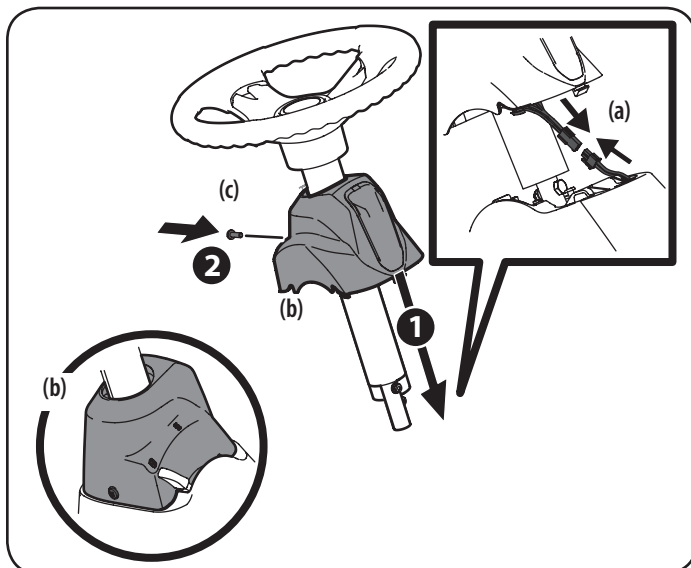

Figura 3
6. Extraiga el tornillo de montaje de la tapa del pedestal instalado en fábrica y ubicado en la consola de dirección del montable. Guarde el tornillo para uso posterior. Consulte la Figura 3
7. Conecte los terminales del cable del faro (a). Deslice la tapa del pedestal (a) sobre el (montable) y rótele ligeramente a la derecha para calzarla en su lugar. Sujete la tapa del pedestal (b) con el tornillo (c) que extrajo antes. Consulte la Figura 3.